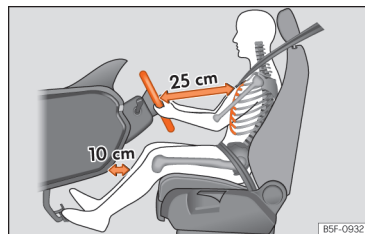

Fig. 19 A separação correta entre o condutor e o volante deve ser de 25 cm no mínimo (10 polegadas).
- Ajuste o volante de modo a ficar a uma distância de, pelo menos, 25 cm (10 polegadas) do esterno »» Fig. 19 e a poder segurá-lo com ambas as mãos pelos lados, pela parte exterior, com os braços ligeiramente fletidos.